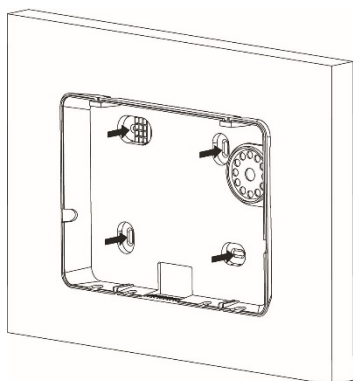
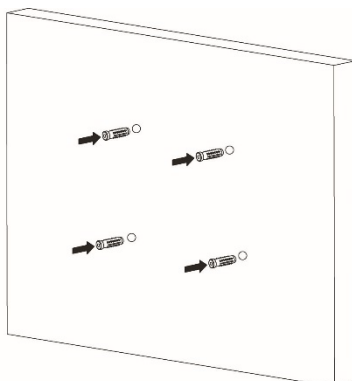

Figura 3
Figura 4
- Fase 3.** Utilizzare la base come dima per segnare le posizioni dei fori di montaggio sulla parete (**Figura 3**). Utilizzando i tasselli a corredo, fissare la centrale sulla parete (**Figura 4 e 5**)